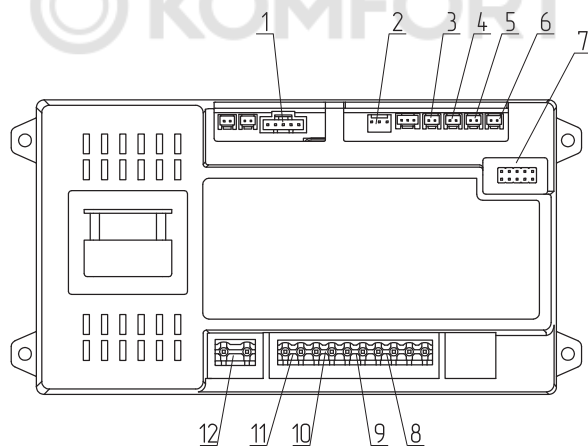

Рис.10 Подключение панели управления
- Схема подключения панели управления показана на **Рис.10**.